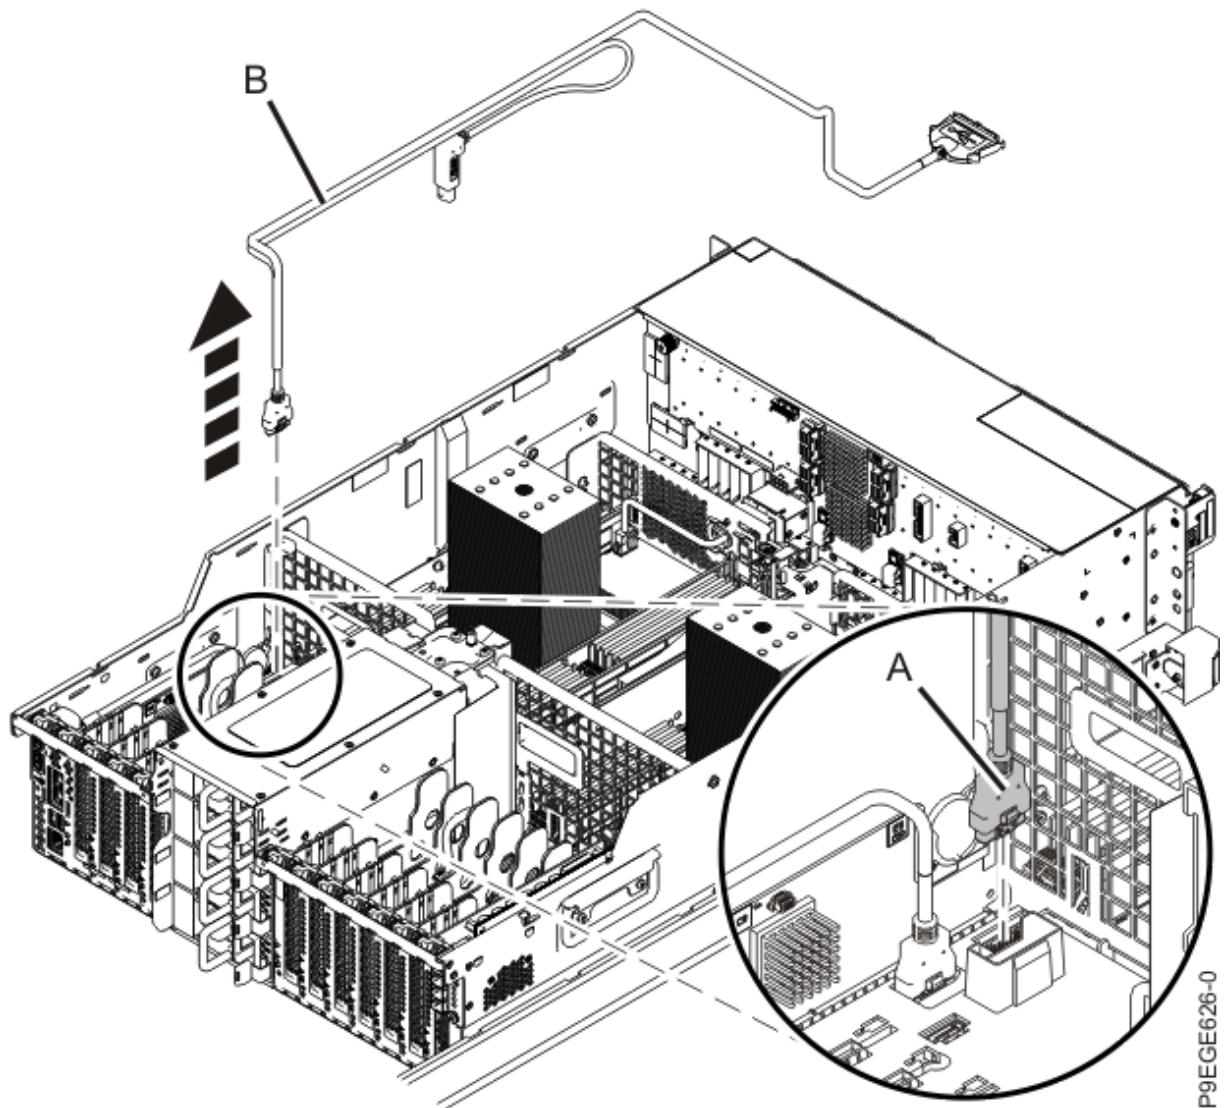

Abbildung 13. USB-Kabel an der Vorderseite an der Systemrückwandplatine ausbauen
3. Drücken Sie auf die Entriegelung am Anschluss **(A)** und ziehen Sie das USB-Kabel an der Vorderseite **(B)** an der Systemrückwandplatine ab (siehe Abbildung 13 auf Seite 15).